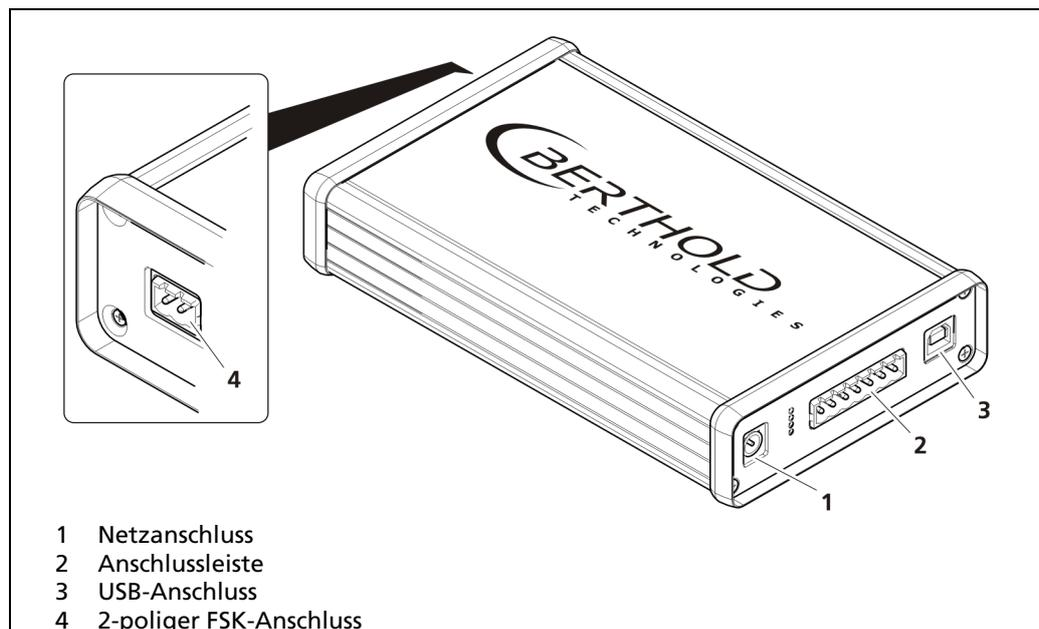

Abb. 26 Detektor Service Modem
3. Schließen Sie den Detektor an den 2-poligen FSK-Anschluss des Detektor Service Modems (Abb. 26 Pos.4) an.
4. Schließen Sie das Detektor Service Modem über das mitgelieferte USB-Kabel (Abb. 26 Pos. 3) an einen freien USB-Anschluss an Ihrem PC an.